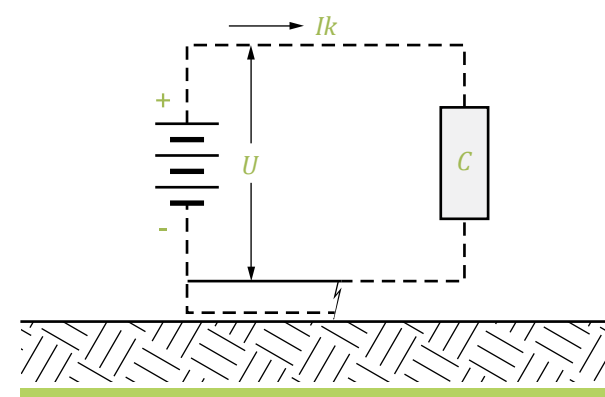

Figura 9
- » Tercer caso: En la figura 9, se ha esquematizado el recorrido de la corriente eléctrica de cortocircuito  $I_k$ . En ella misma, es fácilmente observable que la atraviesa la carga  $C$ , circula por parte de los cables, pero no hay retorno a la fuente.